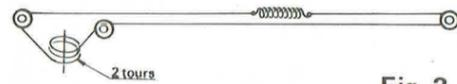

Fig. 2
- 3° – Monter le cordonnet comme indiqué à la figure 2.